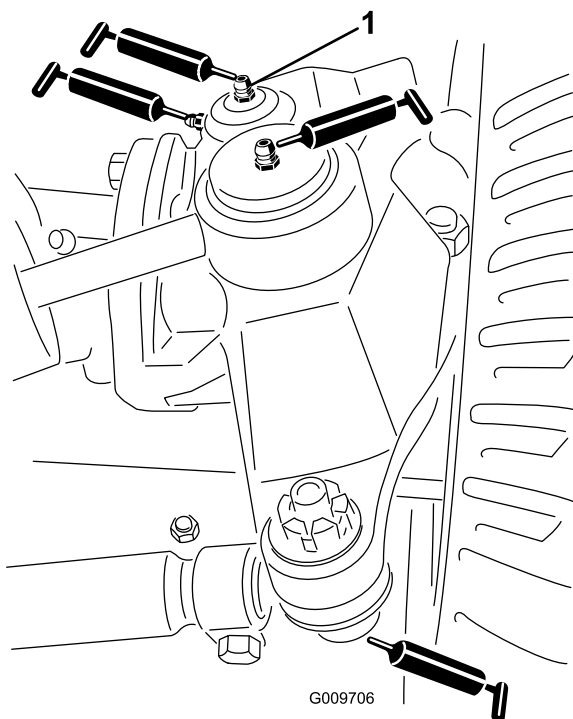

Figura 69
- Articulaciones esféricas del cilindro de dirección (2); consulte Figura 69
- Articulaciones esféricas de la barra de acoplamiento (2); consulte Figura 69
- Casquillos del pivote de dirección (2); consulte Figura 69.